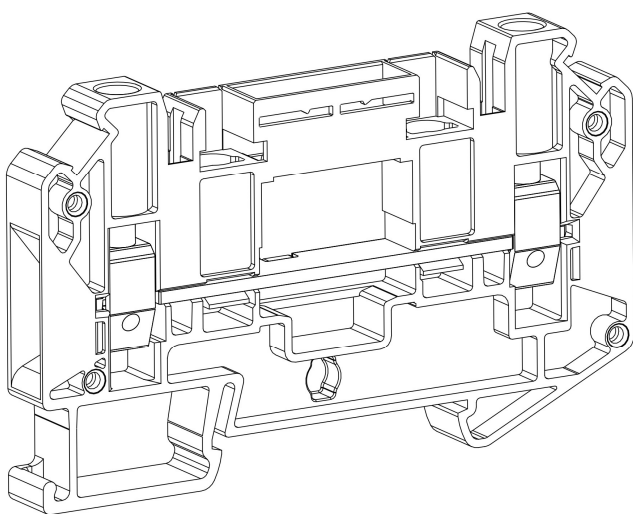
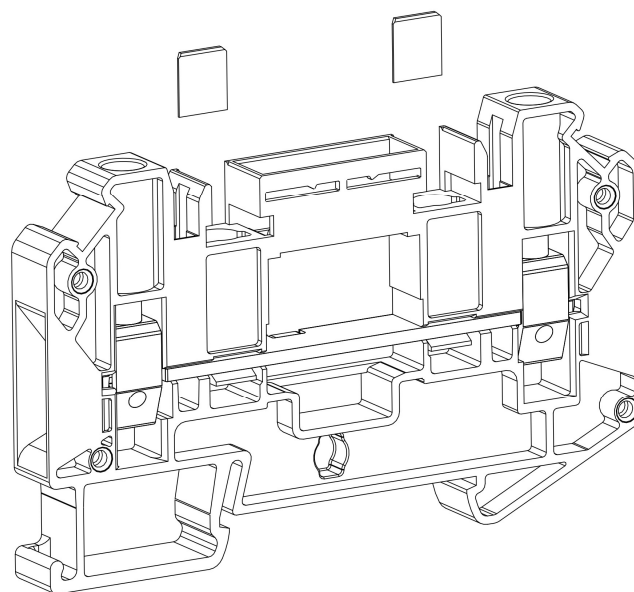

Рисунок 45 – клемма с боковыми стенками
Рисунок 46 – клемма с отломленными стенками для установки винтовой перемычки
- Отломите боковые стенки клеммы для установки винтовой перемычки (рис. 45; рис. 46).